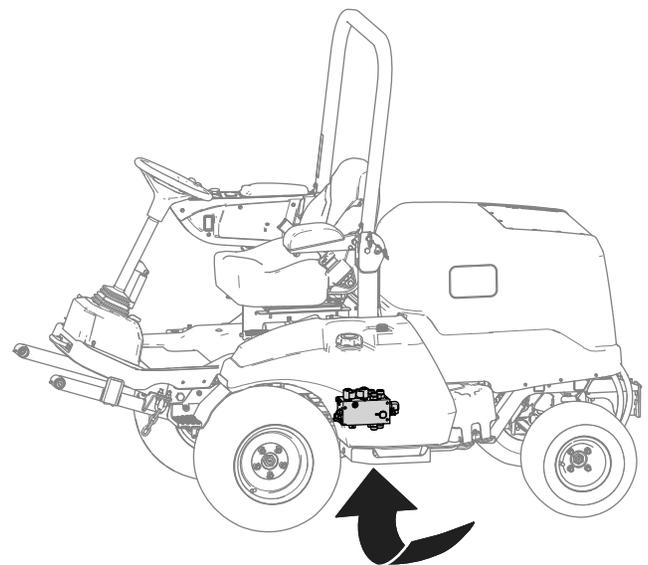

Рисунок 9
- Поместите сливной поддон под гидравлический коллектор (показанный на Рисунок 9).